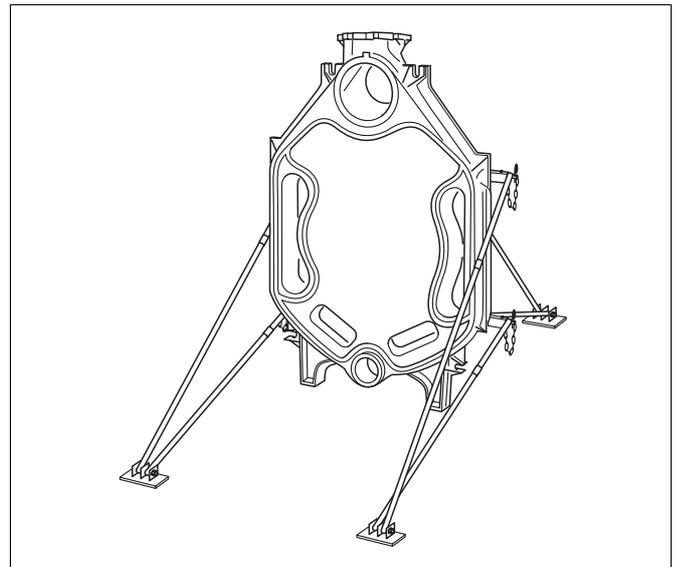
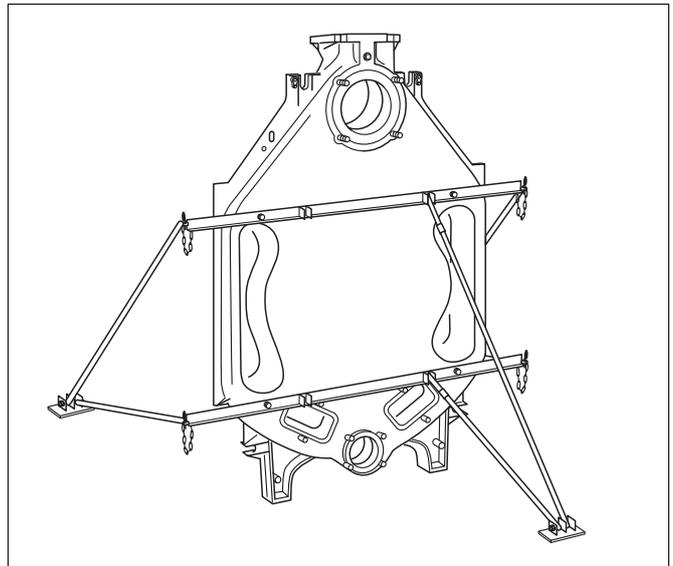

Bild 9 Hinterglied mit montierter Montagehilfe
Bild 11 Montagehilfe befestigen
- ▶ Die Kesselglieder mit der Montagehilfe (Zubehör) gegen Umkippen sichern. Zuerst das Hinterglied fest an der Montagehilfe verschrauben (Bild 9, Seite 17).
- ▶ Hinterglied aufstellen und mithilfe der Montagehilfe gegen Umkippen sichern (siehe Bild 11 und Bild 9 sowie separate Montageanweisung für die Montagehilfe).